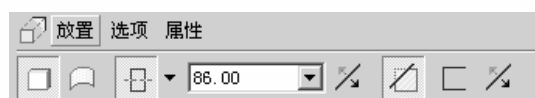
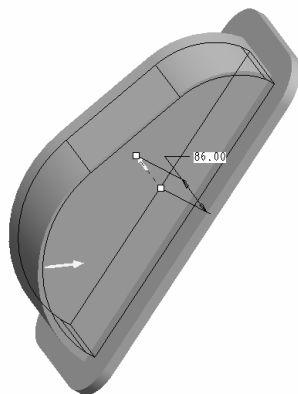
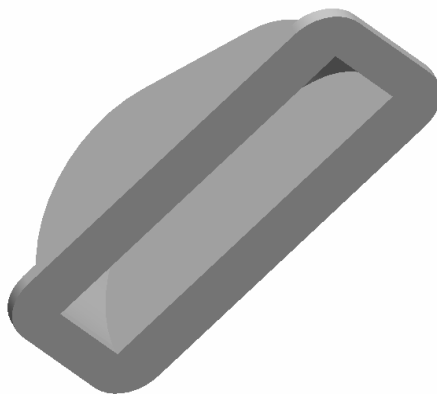

图 4.3.25 设置切除参数
图 4.3.26 查看要切除的区域
图 4.3.27 查看切除特征
(10) 在图 4.3.25 所示的操控板上单击  按钮，并设置拉伸深度为“86”，单击  按钮，将拉伸功能设置为切除材料，单击  按钮，设置要切除的区域为轮廓内部，如图 4.3.26 所示，然后单击  按钮，创建的切除效果如图 4.3.27 所示。